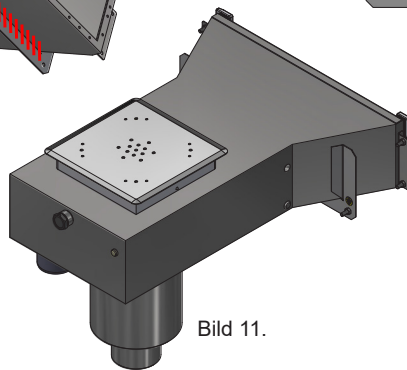

Bild 11.
5. Före gjutning; maskera bräddavloppets frilagda fläns och öppningar för att undvika fula fläckar av betongstänk. Öppningarna i bräddavloppets bakkant för nivåvakt, överbräddning samt påfyllnad kan tätas med medföljande pluggar, se bild 11.